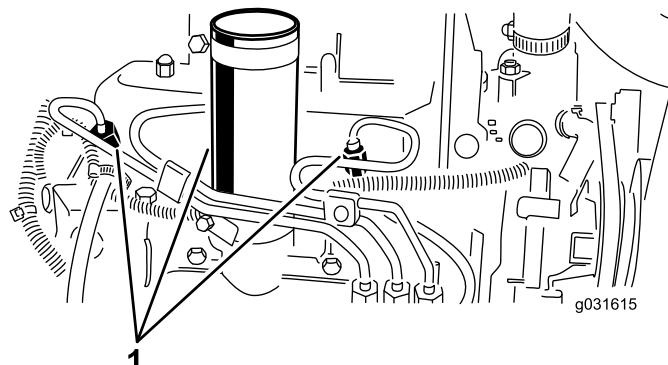

Рисунок 52
1. Ослабьте соединение трубы к соплу № 1 и держателю в сборе (Рисунок 52).